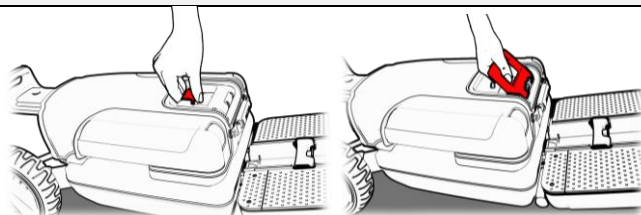

Figure 13
9. Legen Sie eine Hand an die Lenkstange und mit der anderen Hand lösen Sie den sicheren Hebel des hinteren Griffes und bringen den Griff in die aufrechte Position bei 90 Grad (siehe Abbildung 13).